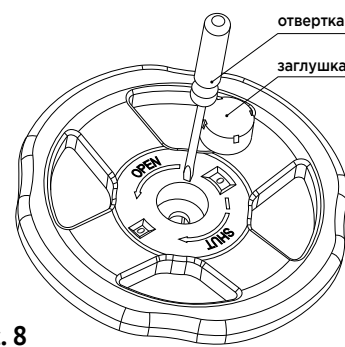

рис. 8
- Ограничьте установленное значение предварительной настройки, повернув внутренний регулировочный стержень по часовой стрелке до упора. Это можно сделать с помощью длинной шлицевой отвертки (см. **рис. 8**).